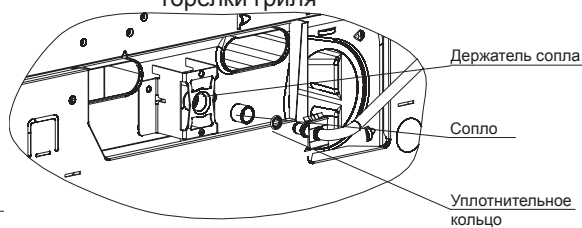

рис. 17
■ Для замены сопла горелки гриля или горелки пода (см. рис. 17, 18) необходимо отвинтить два винта крепления скобы держателя сопла, вытянуть скобу с соплом из горелки (на себя). Отверткой отсоединить крепление от скобы и заменить сопло.